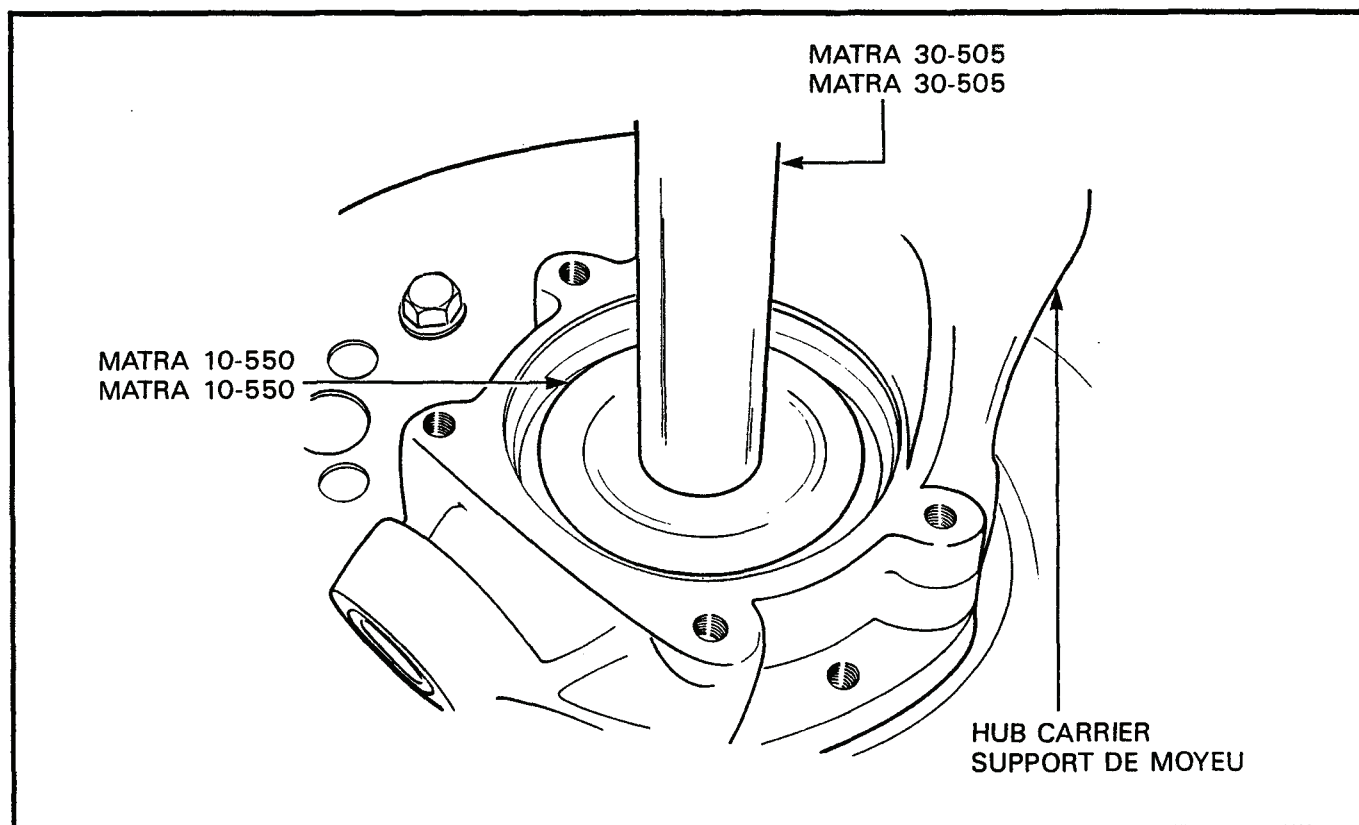

Figure 3-4-16 Removal of Bearing or Inner Seal in Hub Carrier
- (1) Placer le support de moyeu dans un étau, la surface intérieure du plateau de frein vers le haut, et au moyen d'une barre-levier, enlever le joint d'huile extérieur.
- (2) Au moyen de pinces pour circlips, enlever le circlip extérieur du boîtier de support.
- (3) Retourner le support de moyeu, et au moyen d'une barre-levier, enlever un à la fois les deux joints d'étanchéité.
- (4) Au moyen de pinces pour circlips, enlever le circlip intérieur du boîtier.
(5) Turn the carrier over and place Matra tool 10-550 on top of the bearing. Insert Matra tool 30-505 into Matra tool 10-550 and press or drive the bearing from the housing, see Figure 3-4-16. aa. Remove the remaining socket head screws from the backing plate at the hub carrier. bb. Scribe match marks on the backing plate and hub carrier to aid reassembly. cc. Place the backing plate on supports. Place a block of wood over the hub carrier and tap the wood until the carrier is free of the backing plate. dd. Install the bearing and seals in the hub carrier housing:	(5) Retourner le support de moyeu et placer l'outil Matra 10-550 sur le dessus du roulement. Insérer l'outil Matra 30-505 dans l'outil Matra 10-550 et enfoncer ou expulser le roulement hors du boîtier. Voir figure 3-4-16. aa. Enlever les autres vis à tête creuse du plateau de frein au niveau du support de moyeu. bb. Tracer des marques sur le plateau de frein et le support de moyeu en vue du remontage. cc. Placer le plateau de frein sur des supports. Placer une cale de bois sur le support de moyeu et frapper sur la cale jusqu'à ce que le support soit libéré du plateau de frein. dd. Installer le roulement et les joints d'étanchéité dans le boîtier du support de moyeu: